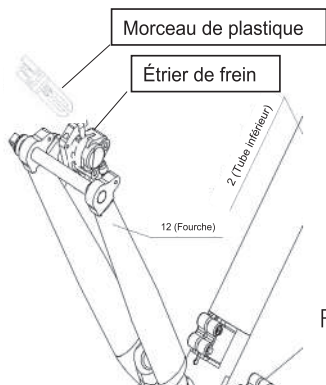

Figure 44-1.
a. Retirer le morceau de plastique de l'étrier de frein, comme indiqué à la Figure 44-1.